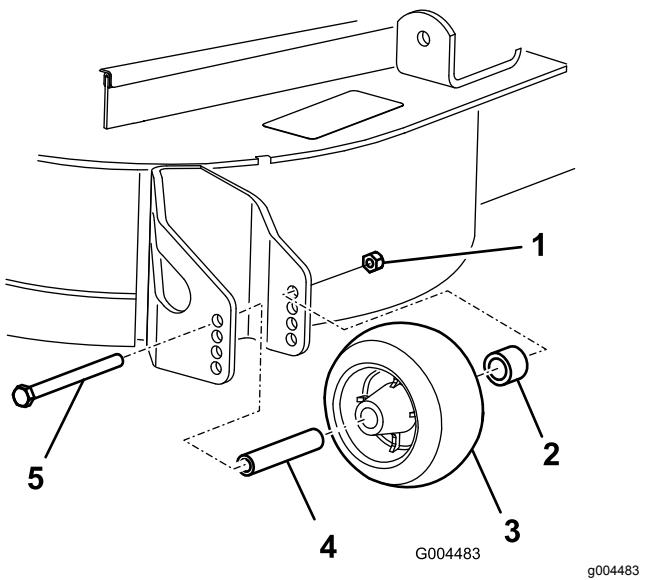

Figure 45
- Après avoir réglé la hauteur de coupe, réglez les galets en retirant l'écrou à embase, la bague, l'entretoise et le boulon (Figure 45).
- Posez l'écrou à embase, la bague, l'entretoise et le boulon (Figure 45).